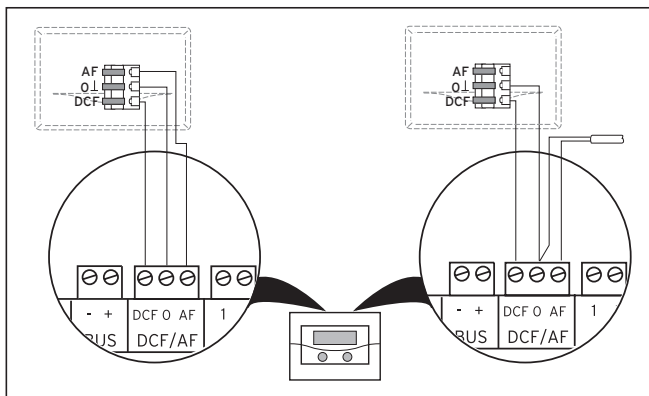

Abb. 5.13 VRC DCF-Empfänger anschließen
- Verdrahten Sie den DCF-Empfänger entsprechend Abb. 5.13: